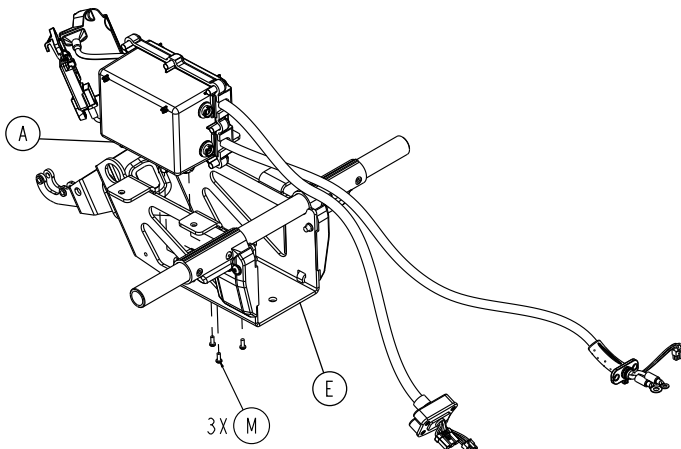

Figure 102 – Retirer les vis de l'ensemble de boîtier HBC
24. À l'aide d'une clé Torx T25, retirer les trois vis de taraudage à tête cylindrique (M) qui fixent l'ensemble de boîtier HBC (A) au support de cage alvéolée (E) (Figure 102). Conserver les vis.